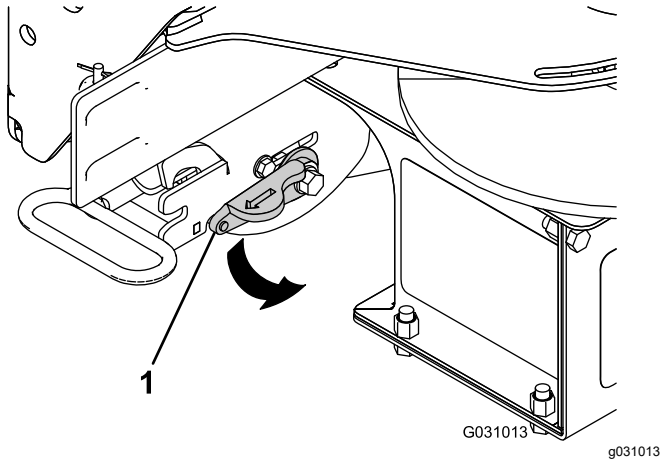

Figura 20
2. Gire la palanca de bloqueo del acoplamiento RT3 a la posición de BLOQUEO (Figura 20).